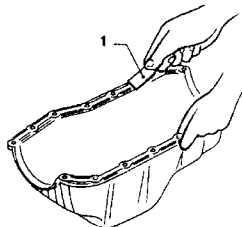

Рис. 1.9 Удалите все следы старого герметика с соприкасающихся поверхностей (См. Раздел 8)
8. При помощи скребка удалите остатки старой прокладки и герметика с соприкасающихся поверхностей картера и блока цилиндров (См. Рис. 1.9).